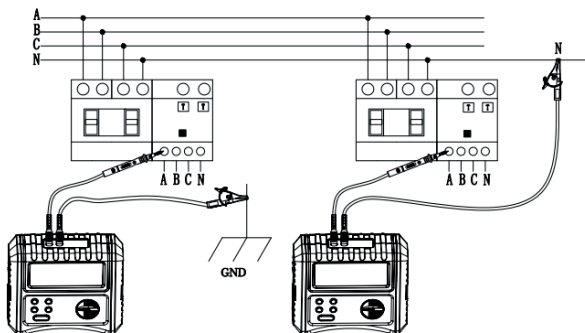

Рисунок 9.3
1. Один конец зелёного провода с крокодилом — в "E", другой — на землю; красный щуп — в "L", второй конец — к выходу УЗО A, B или C. Нажмите "TEST". (см. рисунок 9.3 слева).
2. Один конец зелёного провода — в "E", другой — к нулю (N); красный — в "L", другой конец — к клемме A, B или C УЗО. Нажмите "TEST". (см. рисунок 9.3 справа).